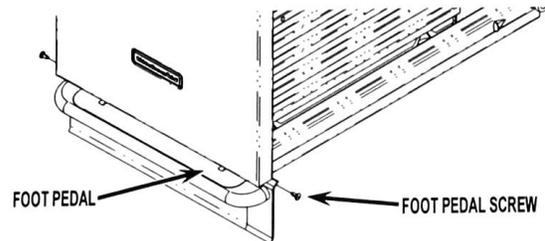

FIGURE 7
- Remove the two (2) foot pedal screws from drawer and remove the foot pedal, set aside. See Figure 7.
10. Ôter les deux (2) vis de la pédale et retirer la pédale du tiroir. La mettre de côté. Voir Figure 7.